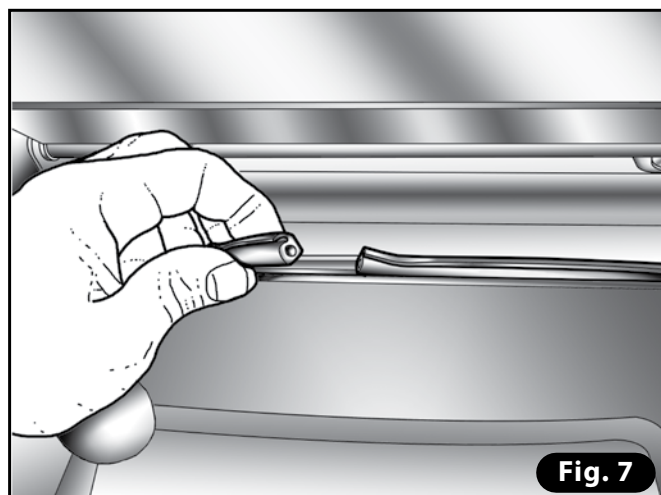

Fig. 7
- 3) Inserire la nuova guarnizione premendola fino in fondo alla cava, tagliarla a misura con il cutter (**Fig. 7**).